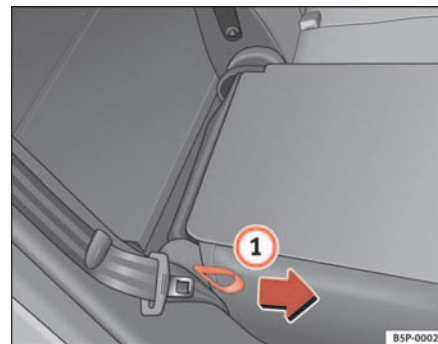

Fig. 98 Rebater ou levantar o encosto do banco traseiro
- Puxar a pega lateral do banco ⇒ fig. 98 ① no sentido da seta e levantar o encosto até que encaixe.